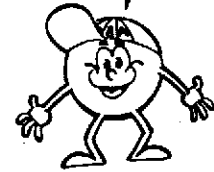

Fig.7
- FIG. 7 - Cada soquete/plaquinha padronizada constitui um conjunto, que deve ser implementado da maneira mostrada: inserem-se os pinos do soquete nos furinhos correspondentes da placa (as linhas paralelas centrais de furos...), até que a base do corpo do soquete repouse firmemente sobre a superfície da placa e - pelo lado cobreado - soldam-se todos os pontos, com muito cuidado... Note que, daqui pra frente, começa o verdadeiro “aperto” nas operações de soldagens, já que terminais de Integrados são muito juntinhos, exigindo “mão firme”, solda apenas suficiente (mas nunca “faltando”...) e especial cuidado para que não aconteçam “corrimentos” ou “emendas” indevidas de solda, quanto a ilhas adjacentes... É absolutamente imprescindível a utilização de ferro com a ponta bem fina, caso contrário a operação beira o impossível... Por enquanto as linhas de furos periféricos (próximos às bordas das plaquinhas...) ainda não são utilizadas (se-lo-ão na próxima etapa...).